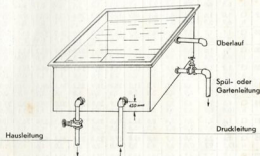

Fig. 13
18. Bei Hochbehältern wird das Druckrohr von unten oder seitlich 10–15 cm über dem Boden eingeführt. Ebenso das Ableitungsrohr. Oberlauf- und Spül- oder Gartenleitungen werden nach Fig. 13 angeordnet. Die Druckleitung wird bei kleinen Anlagen gleichzeitig als Hausleitung benutzt.